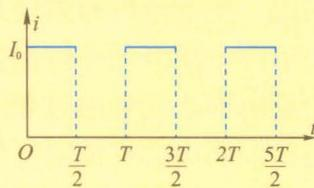

图 2-2-4
5. 如图2-2-4所示为一电流随时间变化的 $i-t$ 图像. 该电流的有效值为多大?